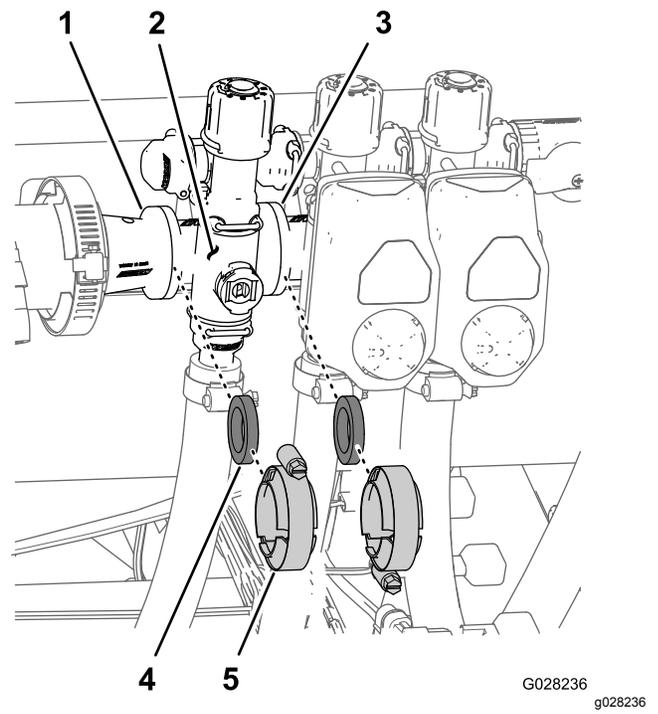

Рисунок 104
- Снимите хомуты и прокладки крепления коллектора клапана секции (Рисунок 104) к примыкающему клапану секции (если это левый клапан секции, а также переходная муфта).